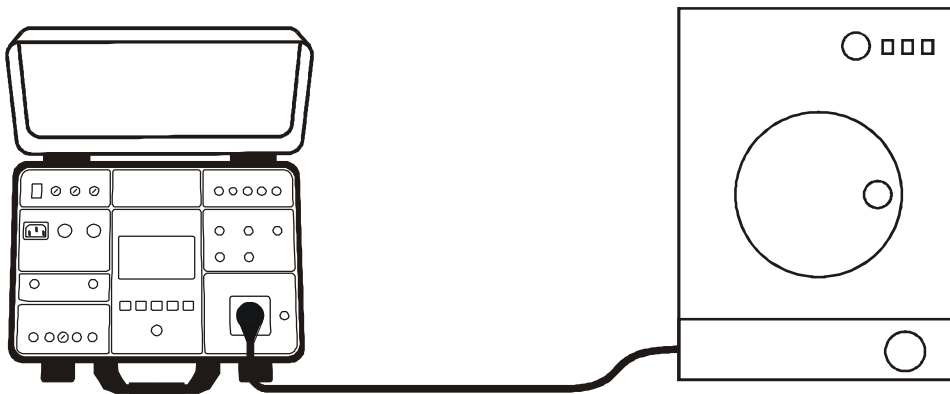

Fig. 74: Conexión de la UUT en la medida ILEAK, modo SOCKET
- 7.ecte la UUT a la toma Schuko de acuerdo con la Fig. 74